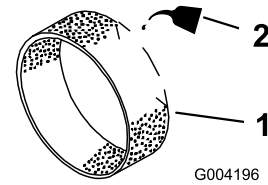

Bild 14
3. Gießen Sie 30 ml bis 60 ml Öl auf den Vorfilter (Bild 14).